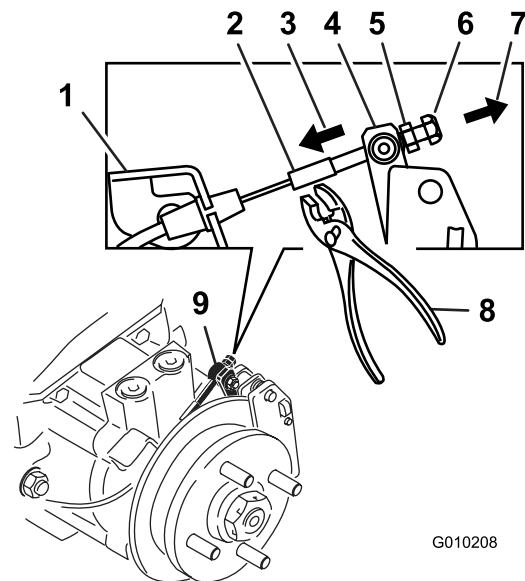

Figura 71
9. Usando las manos y los dedos solamente, empuje la palanca de la pinza hasta que haga tope y las pastillas de freno agarren el rotor (Figura 71).
10. Sujetando la palanca contra del tope, utilice la otra mano o los dedos para tirar del extremo roscado del cable a través del cabezal de giro. Apriete la tuerca estándar a mano contra el cabezal de giro (Figura 71).